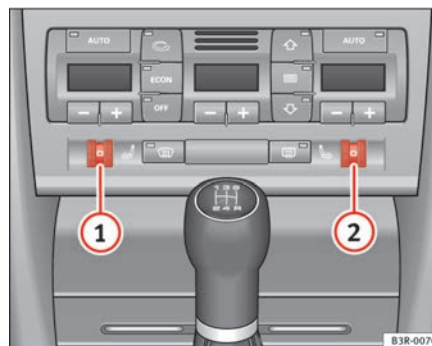

Fig. 136 Detalle del tablero de instrumentos: Ruedecillas moleteadas para la calefacción del asiento
Gire la ruedecilla moleteada ① o bien ② ⇒ fig. 136 para activar la calefacción del asiento del conductor o del acompañante, respectivamente, y para regular el nivel de calefacción.